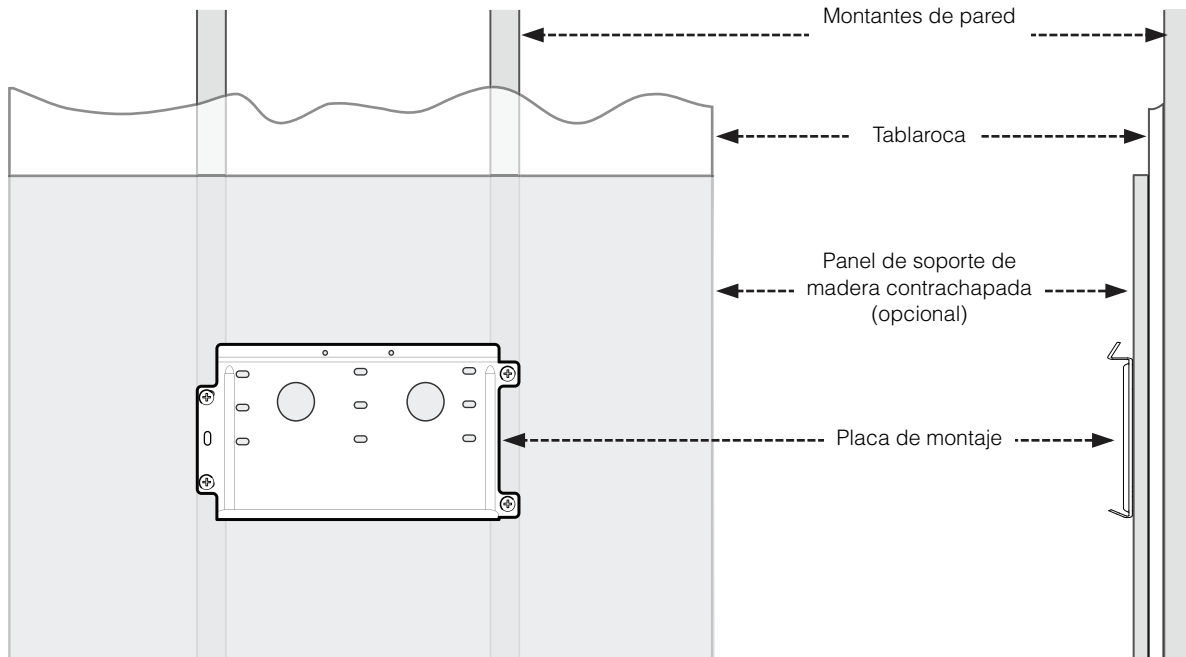

Figura 2-4 Placa de montaje centrada sobre los montantes de la pared.
3. Utilizando un nivel, fije el primer soporte de montaje a la pared. Verifique que la placa de montaje esté centrada en los montantes de la pared, como muestra la Figura 2-4. Utilice los elementos de fijación recomendados para asegurar la placa (consulte la Tabla 2-1).